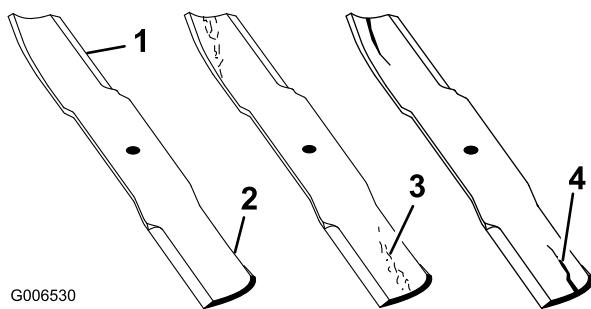

Figure 50
1. Examinez le tranchant des lames (Figure 50). Si les lames coupent mal ou présentent des indentations, déposez-les et aiguisez-les (voir Aiguisage des lames).
2. Inspectez les lames, surtout la partie relevée (Figure 50). Remplacez immédiatement toute lame endommagée, usée ou qui présente une entaille (Figure 50).